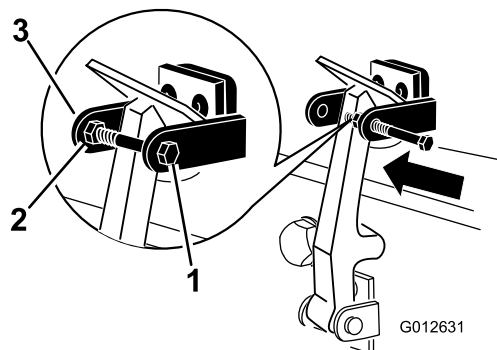

图6
7. 将螺栓拧入机罩门锁支架的另一个臂将门锁锁定到位 图6。拧紧螺栓但不要拧紧螺母。